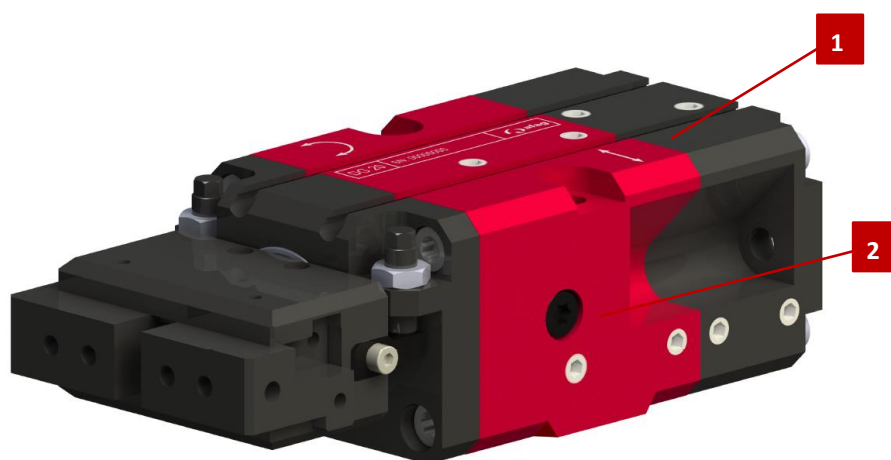

Fig. 19 Exemple DG 20
- Pièce de module noire (Fig. 19, 1) : Raccords pour le mouvement de préhension.
- Pièce de module rouge (Fig. 19, 2) : Raccords pour la rotation de la pince de préhension.